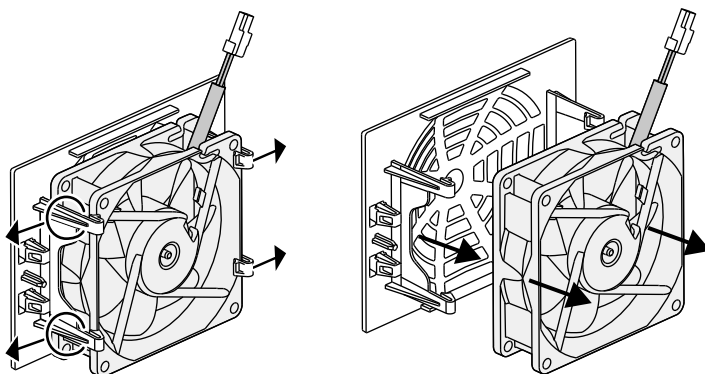

Abb. 65: Demontage Lüftergitter
5. Der Lüfter kann zusätzlich noch vom Lüftergitter abgezogen werden. Dazu Befestigungslaschen leicht nach außen drücken und Lüfter abziehen. **Abb. 65**